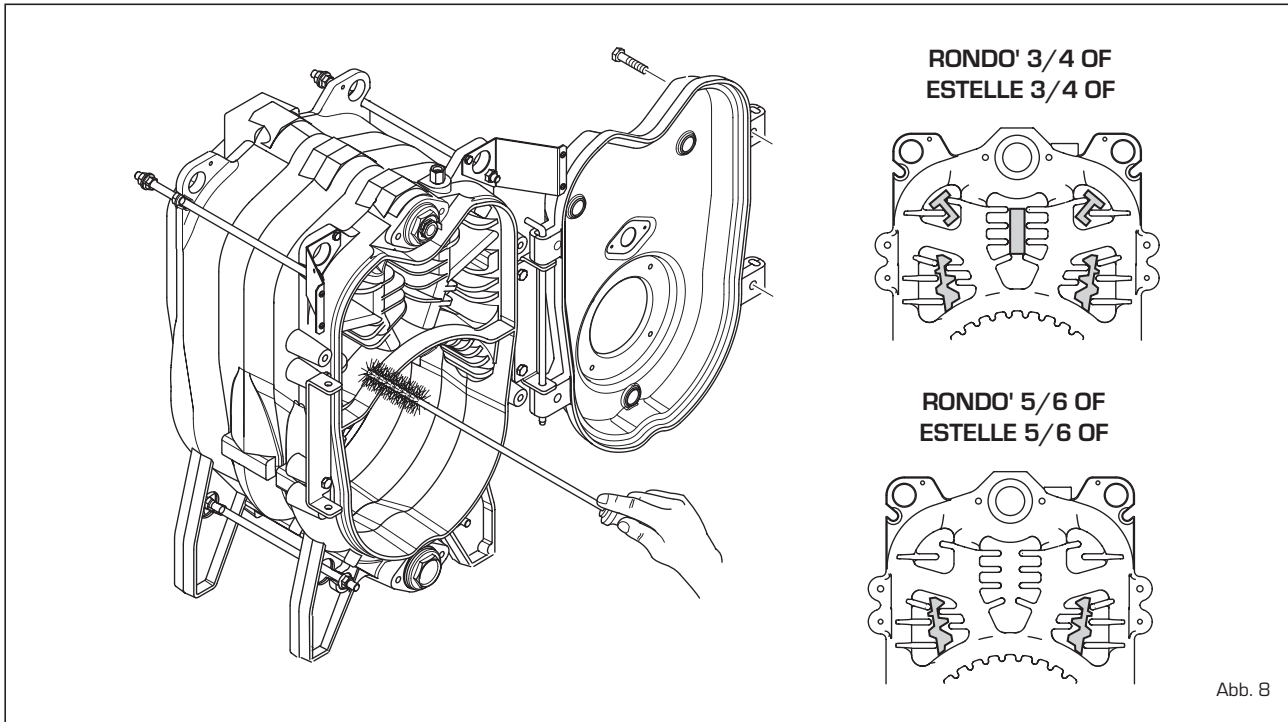

Abb. 8
**3.3.1 Rauchgasseite des Kessels (Abb. 8)**